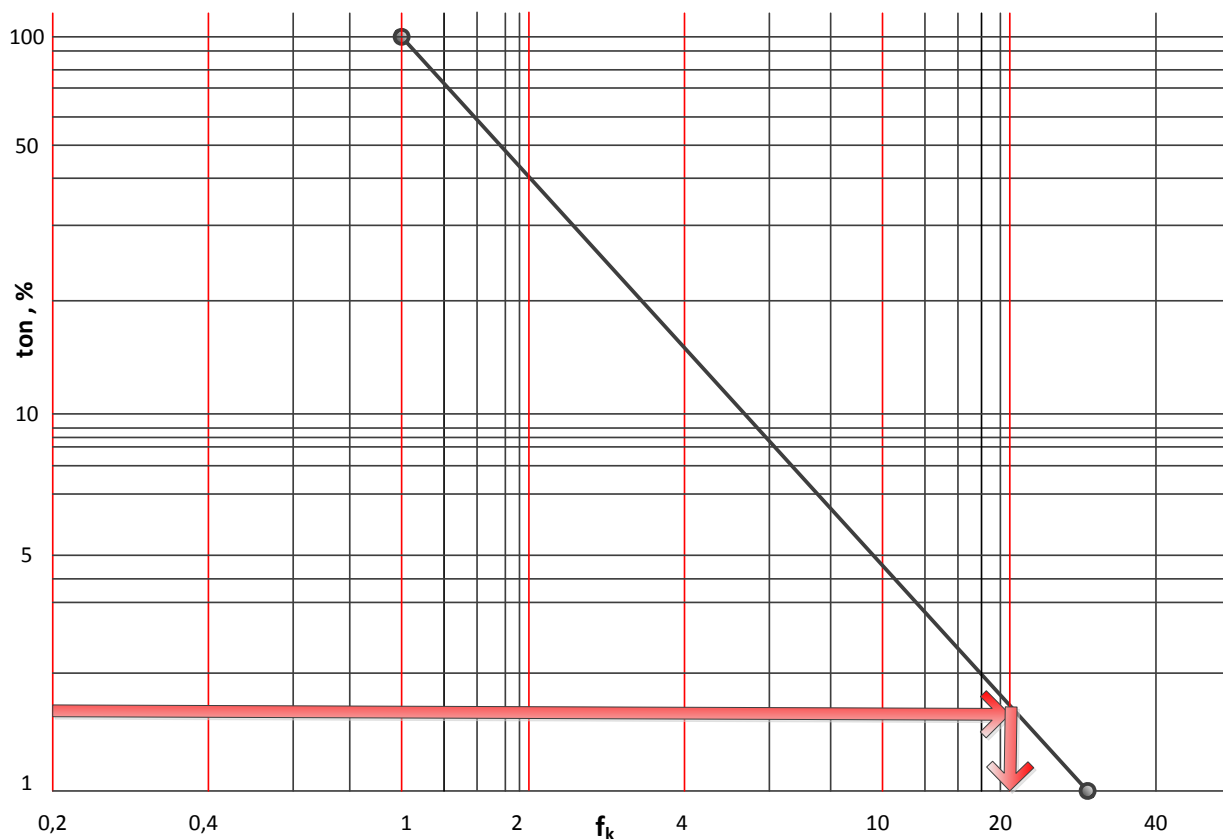

Рисунок 1. Зависимость константы  $f_k$  от периода включения
## Шаг 5. Определение константы $f_k$ в зависимости от периода работы по рис.1 или по формуле (6).